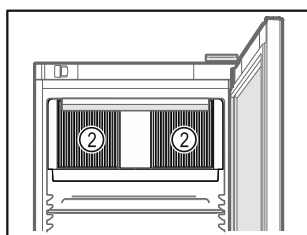

Fig. 49
- ☐ Sørg for at cirkulationsblæserens ventilationsåbninger Fig. 49 (2) i det indvendige rum altid er frie.